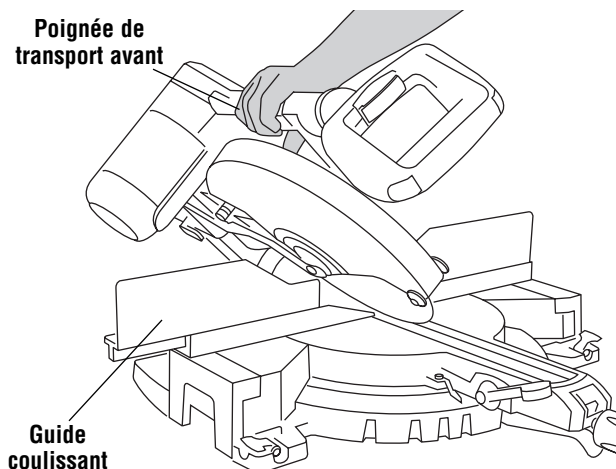

Figure 29.
1. Déplacez le guide coulissant gauche pour dégager l'ensemble de la scie et re-bloquez-le (Figure 29).
4. Une fois dans la position de biseau désirée, appuyez à fond vers le bas sur le levier de blocage du biseau pour l'amener en dessous du niveau de la table (Figure 29).
1. Déplacez le guide coulissant droit pour dégager l'ensemble de la scie et re-bloquez-le (Figure 29).
1. Déplacez les guides coulissants gauches et droits pour dégager l'ensemble de la scie et re-bloquez-les (Figure 29).